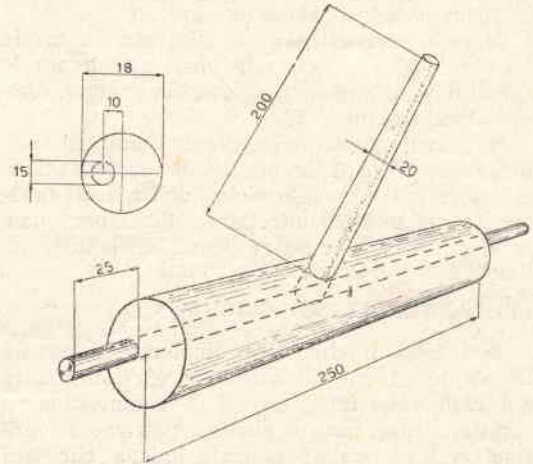
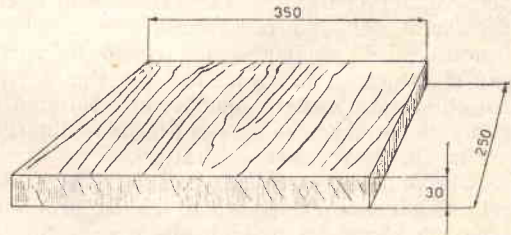
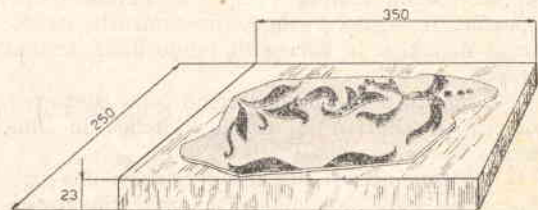

Fig. 2. — Eccentrico di pressione.
Fig. 3. — Tavoletta di pressione.
Fig. 4. — Tavola porta-clichés.
- eccentrico di pressione (fig. 2);
- tavoletta di pressione (fig. 3);
- tavola porta-clichés (fig. 4).
L'uso pratico di tale tipo di pressa è facilmente desumibile dall'esame del disegno d'insieme. Sul piano di base della scatola a figura 1, verrà sistemata la tavola porta-clichés (fig. 4), sulla superficie del quale cliché sarà cosparso l'inchiostro a mezzo rullo inchiostatore. Sui clichés adageremo il foglio di carta sul quale operare l'impressione e su quest'ultimo poggieremo la tavola di pressione (fig. 3). Inseriremo ora nelle apposite bocche di presa ricavate sui fianchi della scatola di base i perni d'estremità dell'eccentrico di pressione (fig. 2) e, mediante l'impugnatura dello stesso, ruoteremo sino a costringere la tavola di pressione contro la tavola porta-clichés.